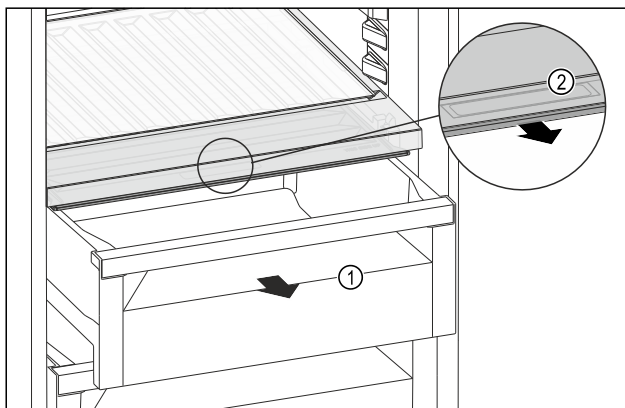

Fig. 160
- Schubfach Fig. 160 (1) herausziehen.
- Griffmulde Fig. 160 (2) am Fachdeckel anheben und Fachdeckel gleichzeitig nach vorne ziehen.